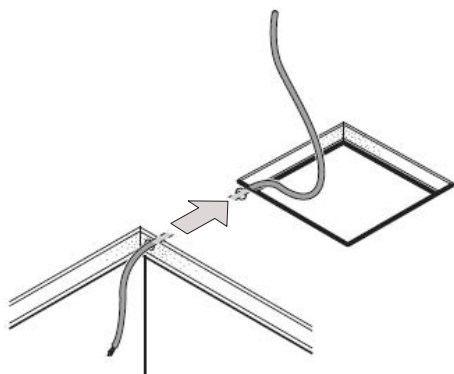

Fig. 07: Strömförsörjningskabel
- ▶ Ordna med en strömförsörjningskabel på 230 V~ till utskärningen. Dra om möjligt kabeln genom takisoleringen på det sätt som visas i Fig. 07.